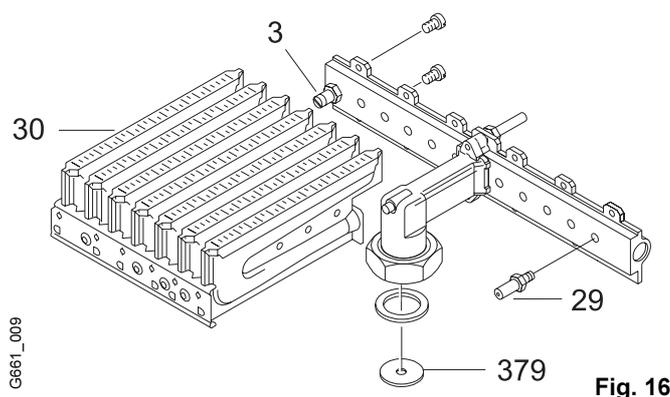

Fig. 16
2. Desmonte el quemador (pos. 30, fig. 16). Desatornille los grupos de quemadores de izquierda y derecha; cambie los inyectores (pos. 29, fig. 16).
5. Cambie la arandela estranguladora (pos. 379, fig. 16).